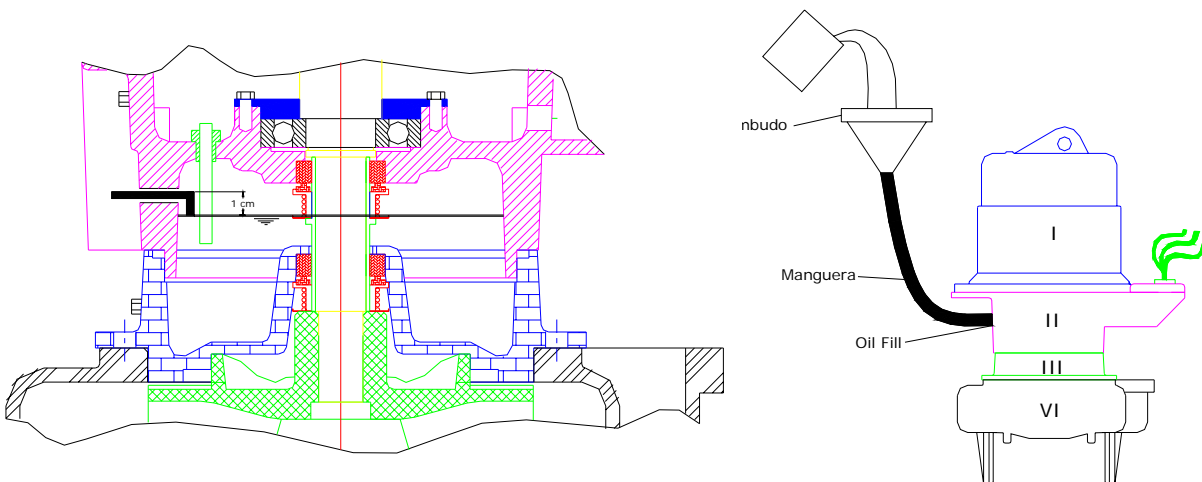

Fig. 4. ↑Medición del nivel y suministro del aceite en la cámara de los sellos de las bombas de la serie AFP con motor FRAME 180 y FRAME 210.
□ Cámara de los sellos - Colocar la bomba en posición vertical, remover el tapón OIL FILL. El nivel de aceite debe estar a 1 cm aproximadamente por debajo de la rosca de este tapón; para medir dicho nivel se puede utilizar una pequeña vara metálica en forma de L introduciéndola por la rosca del tapón. Si es necesario agregar aceite, introducir por el orificio roscado del tapón OIL FILL uno de los extremos de una manguera de menor diámetro que el orificio de la rosca y llenar con aceite hasta el nivel requerido con la ayuda de un embudo conectado en el otro extremo de la manguera. Colocar de nuevo el tapón revestido con teflón. La cámara de los sellos debe contener seis (2 ½) litros de aceite. Ver la Fig. 4.